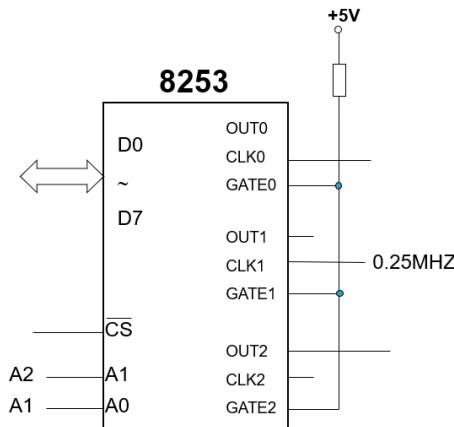

图 2 某 8253 应用系统
4. 在某 8253 应用系统（如图 2）中，CLK1 的输入脉冲频率为 0.25MHz。要求使用 OUT1、OUT2、OUT3 中的任一引脚输出方波（方式 3），方波宽度为 2 分钟。试画出实现此功能的连线图，写出相应定时/计数器通道的方式控制字及其计数初值。8253 的控制字格式见附录 1。